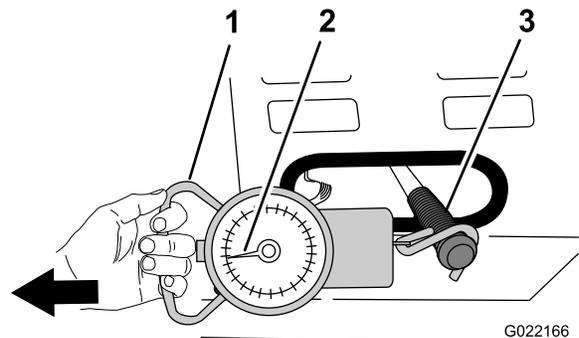

Figura 67
4. Conecte una balanza de muelle con rango de 15–30 kg (35–55 libras) a la empuñadura de la palanca del embrague (Figura 67).
5. Usando la balanza de muelle, tire de la palanca del embrague a la posición de Engranado, según se muestra en Figura 67.
6. Observe la balanza de muelle mientras tira para ver la presión más alta alcanzada al pasar la palanca del embrague de la posición de Desengranado a la posición de Engranado (Figura 67).